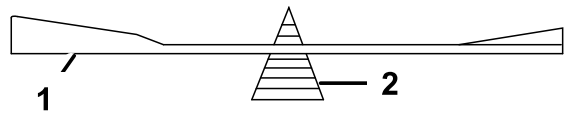

Figure 94
2. Vérifiez l'équilibre de la lame en la plaçant sur un équilibreur (Figure 94).